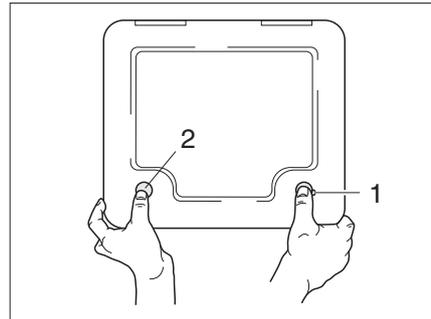

Fig. 14 Portillon extérieur de la cassette Thetford avec aimant
- ▶ Insérer la clé dans le barillet du verrou à pression (Fig. 14,1) et la tourner d'un quart de tour.
- ▶ Appuyer en même temps du pouce sur le verrou à pression (Fig. 14,1) et sur le bouton-poussoir magnétique (Fig. 14,2) et ouvrir le portillon extérieur.
Le portillon extérieur (Fig. 14) est maintenu par le bouton-poussoir magnétique (Fig. 14,2) à la paroi extérieure du campervan.
- ▶ Insérer la clé dans le barillet (Fig. 14,1) et la tourner d'un quart de tour.